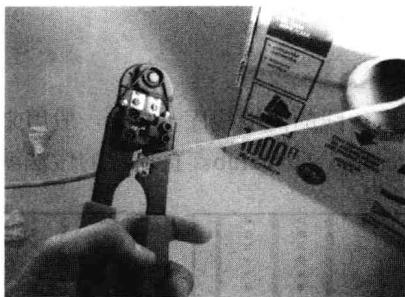

图 1-5 剪取网线
① 剪断: 利用压线钳的剪线刀口剪取适当长的网线。如图 1-5 所示。
② 剥皮: 用压线钳的剪线刀口将线头剪齐, 再